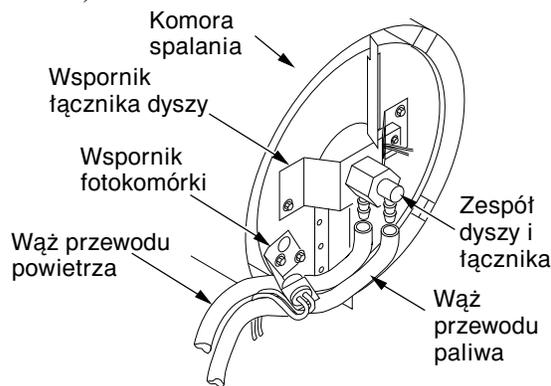
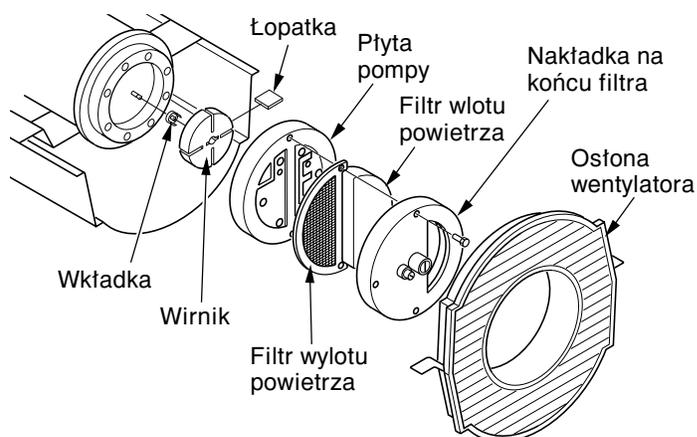

Rysunek 17 – Demontaż węży powietrza i paliwa (tylko w modelach BE35CEL i BE70CEL)
Rysunek 22 – Podłączenie węża powietrza do umocowania kolcowego
14. Ponownie zamontować fotokomórkę we wsporniku fotokomórki. Przeprowadzić przewody w sposób pokazany na Rys. 17, 18, lub 19, str. 13.
3. Wyjąć węże paliwa i powietrza z zespołu dyszy (zobacz Rys. 17, 18 lub 19).
4. Sprawdzić, czy w węzłach paliwa i powietrza nie występują pęknięcia lub dziurki. W przypadku wykrycia uszkodzenia węża paliwa, należy odłączyć go od łącznika dyszy (zobacz Rys. 17, 18 lub 19, strona 13) i od filtra paliwa (zobacz str. 10). W przypadku wykrycia uszkodzenia w wężu powietrza, należy odłączyć go od łącznika dyszy (zobacz Rys. 17, 18 lub 19, strona 13) oraz z umocowania kolcowego na osłonie zakończenia pompy (zobacz Rys. 22).
5. Zainstalować nowy wąż powietrza lub paliwa. Podłączyć jeden koniec węża powietrza do umocowania kolcowego na osłonie zakończenia pompy (zobacz Rys. 22) a drugi koniec do łącznika dyszy (zobacz Rys. 17, 18 lub 19, strona 13). Podłączyć jeden koniec węża paliwa do filtra paliwa (zobacz str. 10), a drugi koniec do łącznika dyszy (zobacz Rys. 17, 18 lub 19, strona 13).
W ogrzewaczach modelu BE35CEL i BE70CEL, przeprowadzić węże powietrza i paliwa w sposób pokazany na Rys. 17, strona 13.